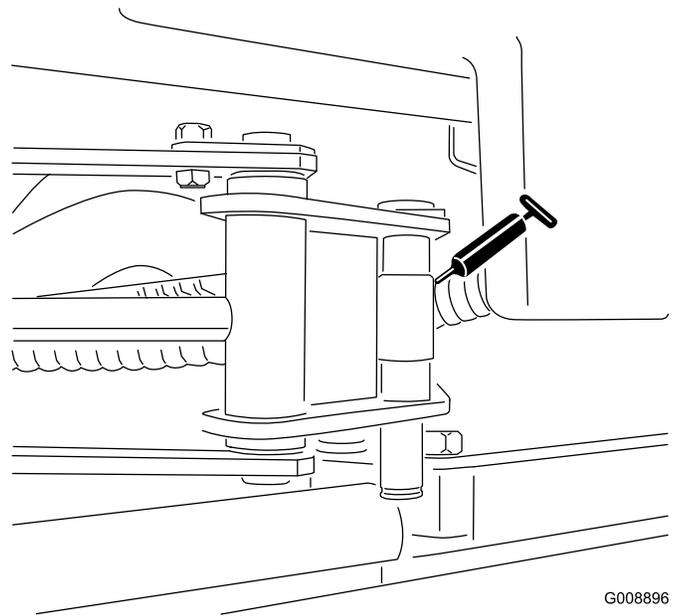

図 30
- ・ サイドワインダーのシリンダの両端 (2ヶ所) (図 30)